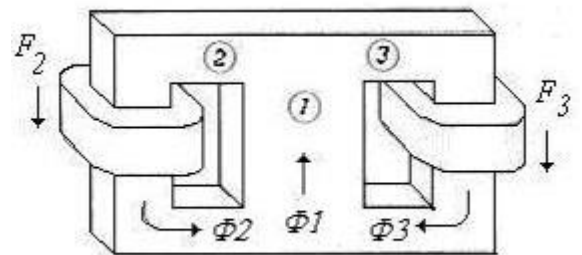

Fig. 7
8.-El mismo núcleo de acero colado del problema 6, bobinas idénticas de 500 vts. en las extremidades exteriores con el sentido del bobinado que se muestra en la Fig. 7. De nuevo  $\phi_3 = 0,173$  mWb. Halle las corrientes en las bobinas.